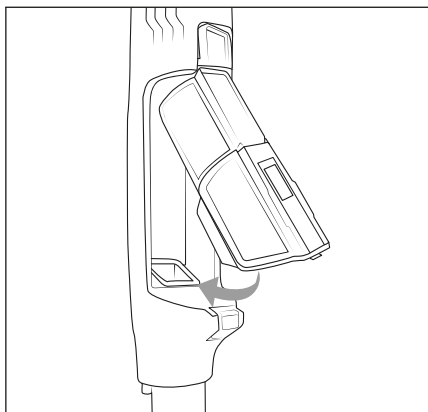

Abb. 21
- 8) Setzen Sie zuerst den HEPA-Filterbehälter **5** und dann den Staubbehälter **7** in das Gerät (siehe Abb. 21). Achten Sie darauf, dass der Staubbehälter **7** hörbar im Gerät einrastet.